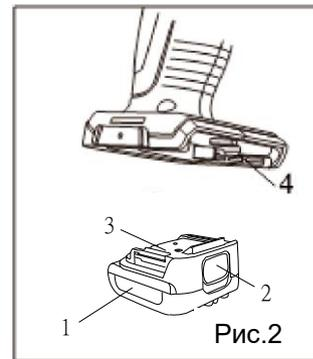

Рис.2
Нажмите кнопку для отделения аккумуляторного блока (2) и вытащите блок (1). (Рис.2)
Вставьте аккумуляторный блок (1) до фиксации (Рис.2).